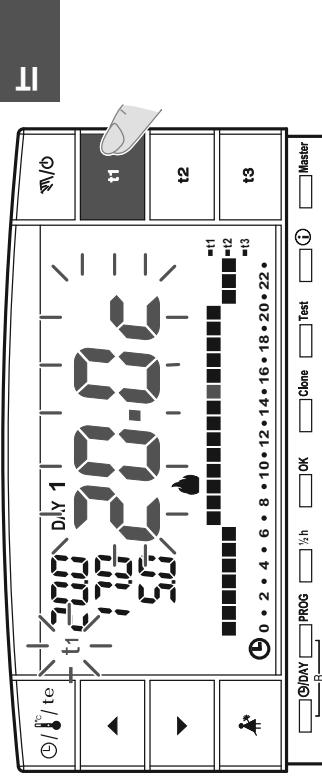

fig. 29
- Premere il tasto del set di temperatura che si vuole limitare (**t1** o **t2**); la sigla selezionata (**t1** o **t2**) e i digit centrali con la corrispondente temperatura lampaggio (esempio in fig. 29).